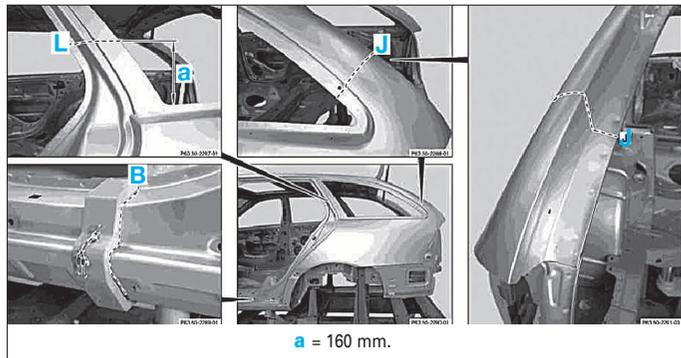

FIG. 95
- Tracer les lignes de coupe (B) (J) et (L) (Fig.95).